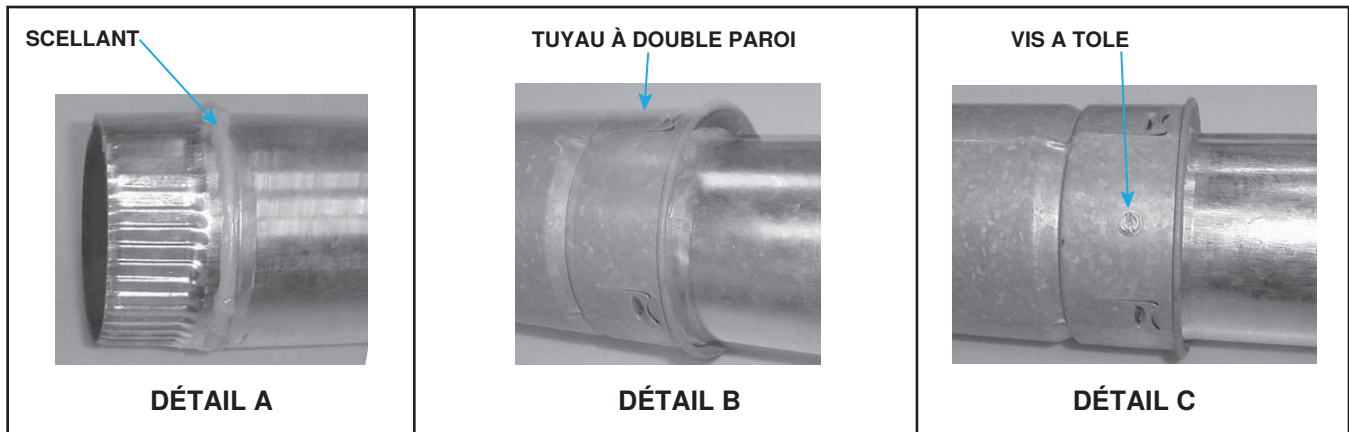

Figure 14. Raccordement d'un tuyau à double paroi (type B) à un tuyau d'évent à paroi simple ou de catégorie III
- a. Appliquez un cordon de silicone de 1/4 pouce (6.35 mm) sur la circonférence du tuyau à simple paroi ou du tuyau de catégorie III (voir Figure 14, DÉTAIL A).
- b. Effectuez l'étape 2 immédiatement après l'étape 1. Insérez le tuyau à simple paroi avec silicone dans la paroi intérieure du tuyau à double paroi de manière que le cordon de silicone soit en contact avec la paroi intérieure et scelle le joint (voir Figure 14, DÉTAIL B).
- c. Percez trois petits trous à intervalles égaux autour du tuyau à double paroi, au-dessous de l'anneau de scellant. Fixez le joint au moyen de vis à tôle de 3/4 pouce (19.05 mm) de longueur. Ne serrez pas les vis plus qu'il ne faut (voir Figure 14, DÉTAIL C).